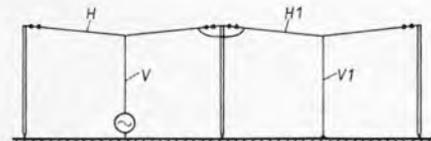

Bild 4. Doppel-T-Antenne mit einem gespeisten und einem geerdeten Vertikalteil (V, V1) für den 50-kW-Langwellensender Mainflingen
In Bild 4 auf Seite 36 wurden versehentlich die Bezeichnungen für den Höhen- und den Baß-Einsteller verwechselt.
Der Langwellensender von Lorenz zeigt anders als seine Antenne kaum Besonderheiten. Diese besteht aus zwei gleichartigen T-Antennen, deren Horizontalteile H und H1 miteinander verbunden sind (Bild 4). Eine der vertikalen Ableitungen (V) ist gespeist, die andere (V1) geerdet. In beiden Ableitungen sind die Ströme gleich groß und gleichphasig. Der Eingangswiderstand der gespeisten Zuführung hat so gut wie keinen Blindanteil. Denkt man sich das Antennengebilde um sein Spiegelbild im Erdboden ergänzt, so entsteht gleichsam